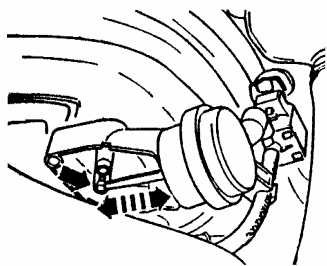

图 3-13 检查双通道进气歧管切换阀 II
(4) 如果进气歧管切换阀被激活, 与此同时均匀地按动手动泵, 调节元件必须在两个位置往返来回开启, 如图 3-13 所示。如果进气管上不能进行切换功能, 则需检查切换机构是否灵活; 其它管路是否正确连接; 真空系统包括进气管中真空容器的密封性是否良好。